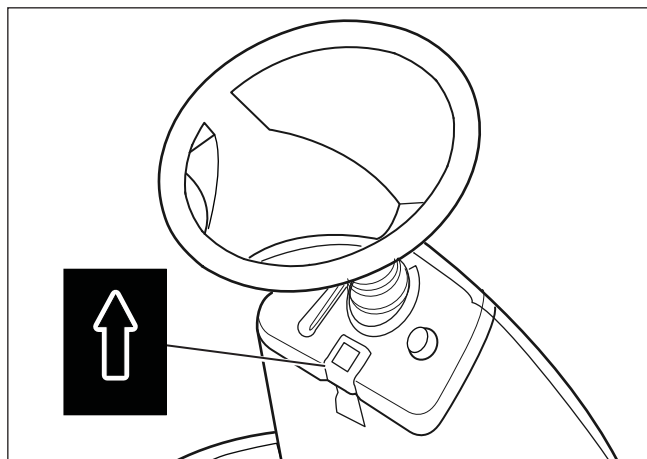

Figura 15
2. Tirare in su la manopola del freno di stazionamento (**Figura 15**).
4. Impostare il freno di stazionamento (vedere **Figura 15**).